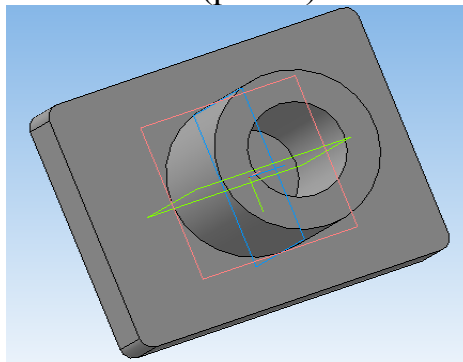

Рис. 5
11. Постройте окружность **диаметром 30 мм.** и центром в начале координат. Примените операцию **Вырезать выдавливанием** , которая также находится на панели **Редактирование детали** . Задайте необходимое расстояние выдавливания **50 мм.** При необходимости, изменить направление выдавливания . (рис. 5)